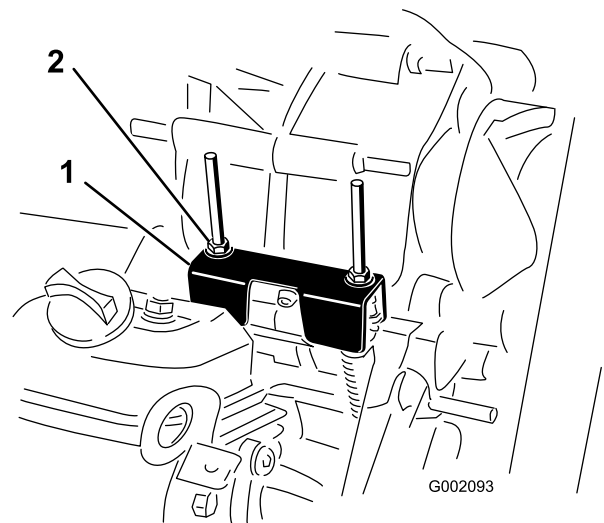

Figura 62
MORTO (Figura 62). A alavanca de mudança da máquina possui uma posição de PONTO MORTO que controla a posição neutra do conjunto eixo-transmissão. Realize os passos seguintes para se certificar de que a alavanca de mudança controla a posição neutra do conjunto de forma correta:
2. Certifique-se de que o suporte neutro está na posição de PONTO MORTO (ao nível do suporte do cabo ao capot situado por baixo do suporte das mudanças), rodando a embraiagem (Figura 62).
3. Rode uma das porcas de bloqueio (Figura 62) para conseguir 0,76 a 1,52 mm de folga entre a parte inferior da porca/anilha e o suporte neutro.